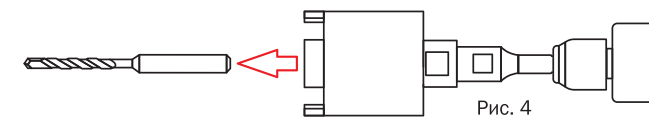

Рис. 4
7. Остановите дрель, извлеките центровочное сверло из адаптера (Рис. 4)